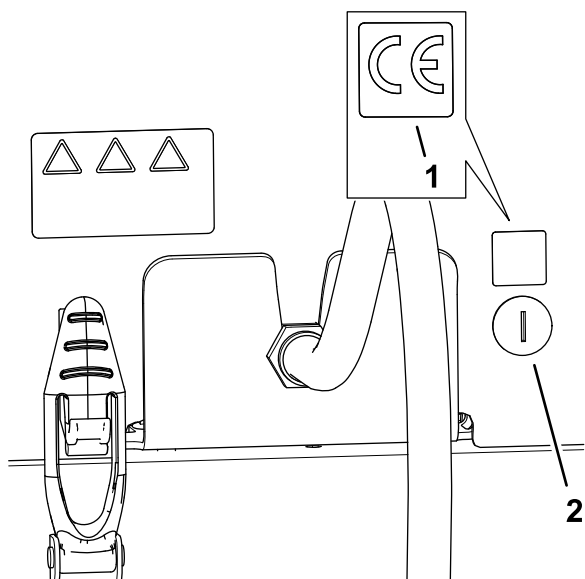

図 37
- 消毒用アルコールときれいなウェスで、フードロックを取り付けた場所の隣の部分をきれいにぬぐって表面を乾燥させる 図 37。